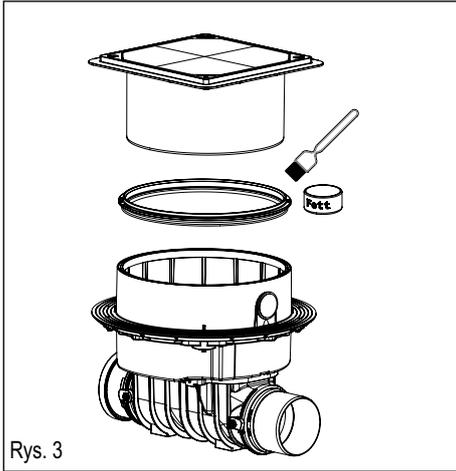

Rys. 1
A. Zamknięte całkowicie zamykanie robocze i awaryjne (ustawienie zamknięcia, rys. 1).
Korpus KESSEL Staufix FKA należy wy poziomować (patrz rys. 1).